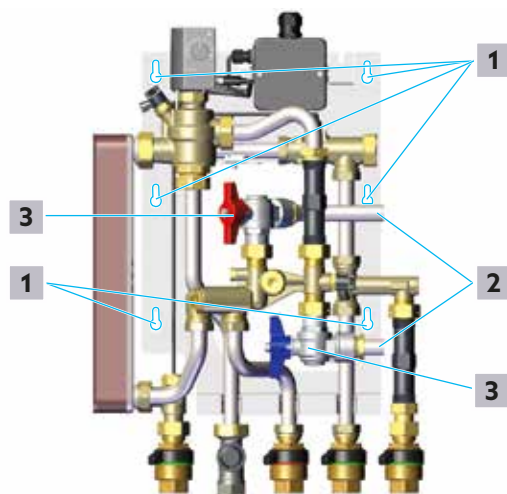

Abb. 9: Wandmontage
- 3 Wählen Sie mindestens 2 der 6 möglichen Befestigungspunkte (siehe Abb. 9 auf Seite 17 (1)) und markieren Sie durch die Bohrungen in der Grundplatte die Bohrlöcher.
Stellen Sie die Eckkugelhähne so ein, dass die Versorgungsleitungen (siehe Abb. 9 auf Seite 17 (2)) aus der gewünschten Richtung an die Station herangeführt werden.
- 8** Montieren Sie die beiden Eckkugelhähne (siehe Abb. 9 auf Seite 17 (3)) mit Flachdichtung in einer für den weiteren Anschluss gut zugänglichen Ausrichtung. (Die Abbildung zeigt beispielhaft den Anschluss von der rechten Seite)